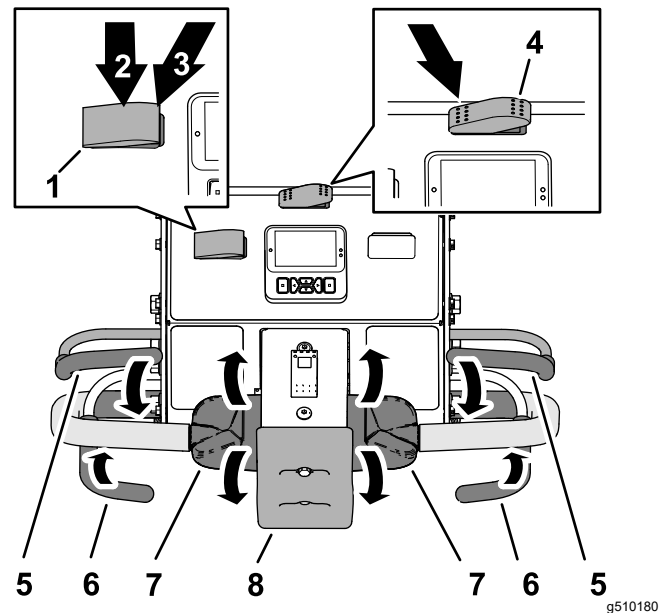

Figura 75
1. Pulse el interruptor de transporte/aireación hasta la posición de AIREAR (Figura 75).